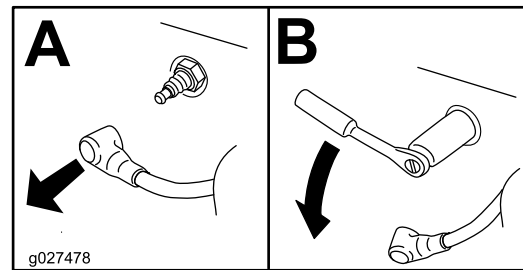

Рисунок 39
- Снимите свечу (свечи), как показано на Рисунок 39.